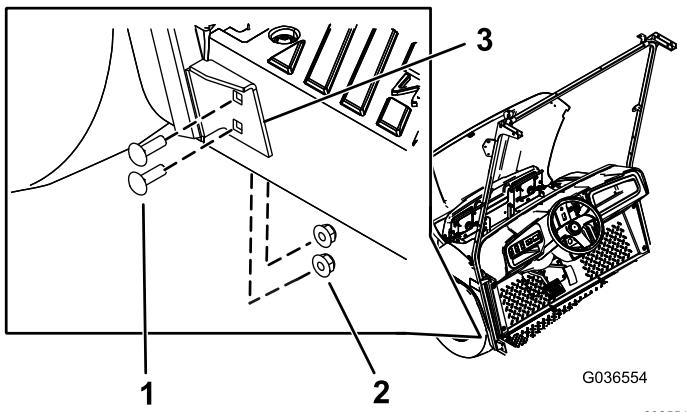

Рисунок 26
4. Прикрепите нижний кронштейн левой и правой опор ветрового стекла к машине с помощью 4 каретных болтов (5/16 x 1 дюйм) и 4 фланцевых гаек (5/16 дюйма), используя отверстия, просверленные при выполнении пункта 1 (Рисунок 26).